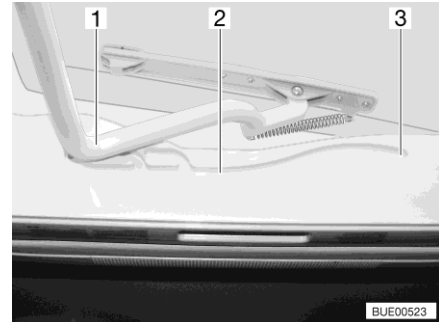

Bild 23 Spår (Heki-taklucka)
- Dra in bygeln (Bild 23,1) i spåren (Bild 23,2) till den bakersta positionen (Bild 23,3).
- Tryck bygeln (Bild 23,1) lätt uppåt med båda händerna.
- Drag bygeln till önskad position i spåret (Bild 23,2).